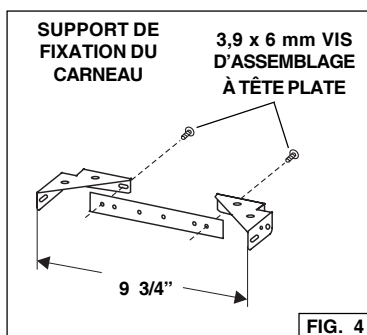

FIG. 4
3. Montez le réceptacle de 20\" to 26\" au-dessus de la partie inférieure de la hotte (fig. 4). Localisez le réceptacle dans les limites indiquées, avec le conduit au centre (pour permettre le branchement du cordon d'alimentation et l'aération du conduit). Fig. 3.
1. Assemblez le support de fixation du carneau en réglant la largeur extérieure comme indiqué. Fig. 4.
3. Fixez l'assemblage du support au plafond au moyen de deux (2) vis de montage de 4,8 x 38 mm et d'ancres murales. Vérifiez que le support est enfoncé dans le mur adjacent et qu'il est centré au-dessus de la hotte.